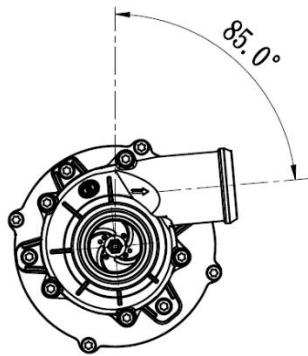

图 3. ZCS10-1 BL 水泵建议安装角范围
5. 为了避免干运行（空气被堵在叶轮处），水泵出水口应垂直向上或在叶轮的上侧（见图 3 所示）与垂直方向成  $85^\circ$  的夹角内。